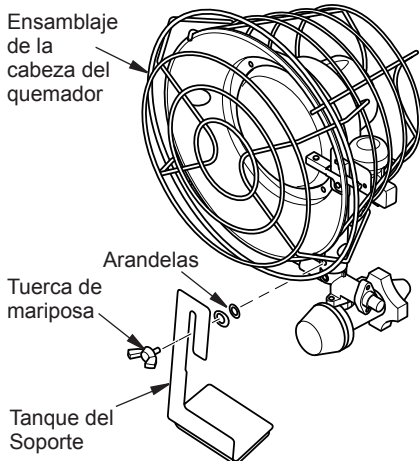

Figura 1 - Colocación de unidad del quemador individual para el soporte del tanque
3. **Modelos de 30,000 BTU** Uso de 2 tornillos de paquete de hardware, instale el soporte del tanque a la unidad del quemador, como se muestra en la figura 1.